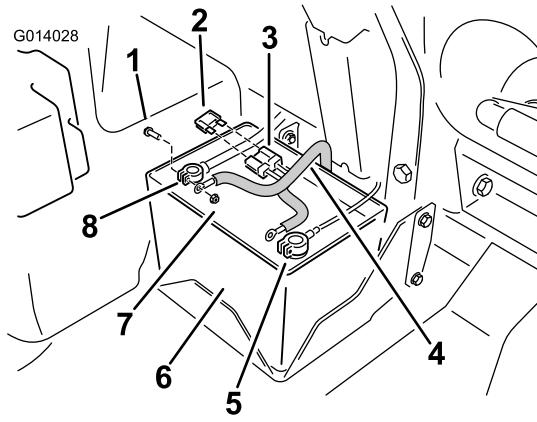

图17
4. 将电气线束上的正极红色环形接线端子连接到红色电池线的紧固件上 (图17)。
5. 将负极黑色环形接线端子连接到负极电池线 (图17).
8. 在电池处, 将保险丝安装到线束 (图17) 的开放式接头。